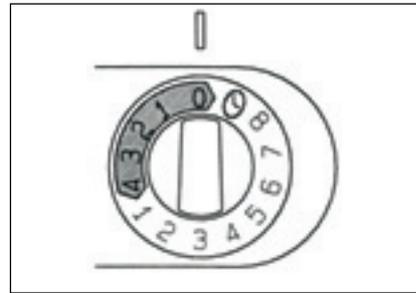

Figure 2. Interrupteur horaire
La mise en marche du poêle s'effectue au moyen du bouton de l'interrupteur horaire. La graduation de l'interrupteur horaire comporte deux plages. La première est celle de mise en marche immédiate : le poêle est allumé pour la durée choisie (de 0 à 4 heures). La deuxième plage correspond à la préprogrammation (de 1 à 8 heures). Dans cette plage, le poêle se met en marche après expiration du délai d'attente programmé. Il commence à chauffer lorsque l'horloge remet le bouton dans la plage de mise en marche immédiate, c'est-à-dire à la hauteur du chiffre quatre (4). Après cela, le poêle reste allumé pendant environ 4 heures, à moins que le bouton ne soit remis en position 0, ce qui a pour effet d'interrompre l'alimentation électrique des résistances et, par conséquent, le chauffage du poêle. Voir figure 2.